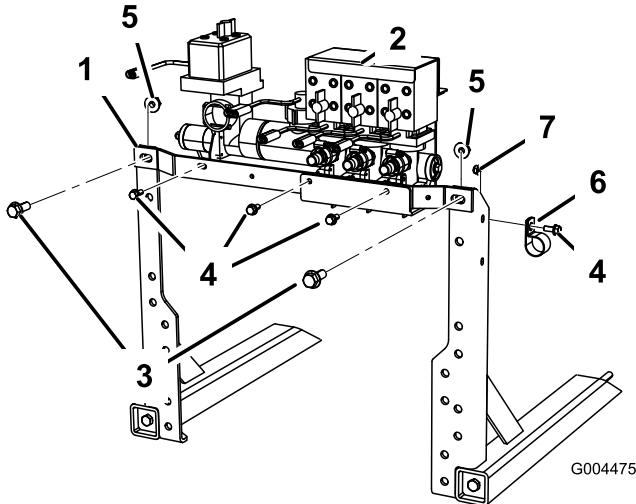

Bild 9
1. Befestigen Sie die neue Querstrebe mit den vorher entfernten Befestigungen an den Ventilstreben (Bild 9).
2. Befestigen Sie das Ventil mit drei Schrauben (8 mm x 19 mm)(5/16" x 3/4") an der Strebe, siehe Bild 9.
3. Befestigen Sie die Schlauchklemme an der rechten Auslegerstrebe (Bild 9).